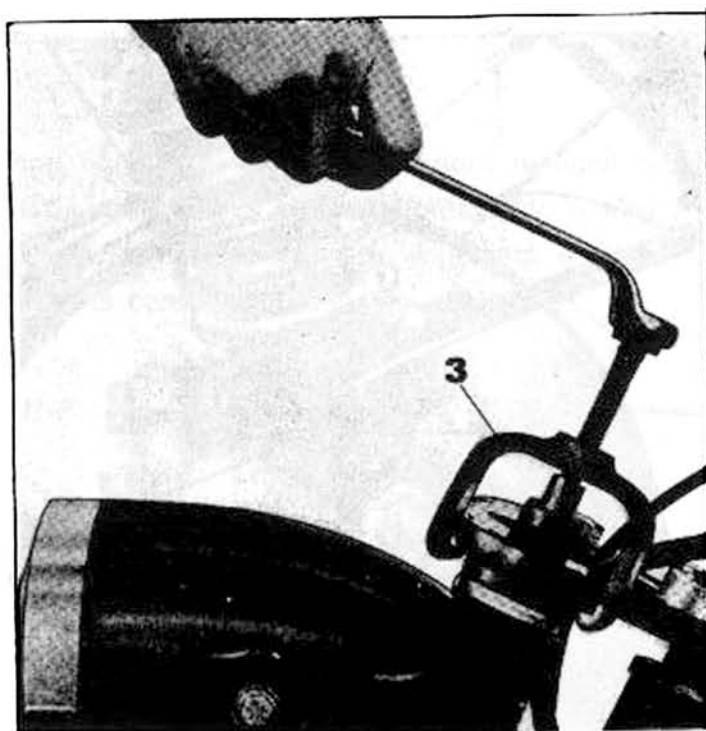

Fig. 110
- la testa forcella adoperando l'attrezzo n. 60910500 (3 di fig. 110) e chiave ad occhio;